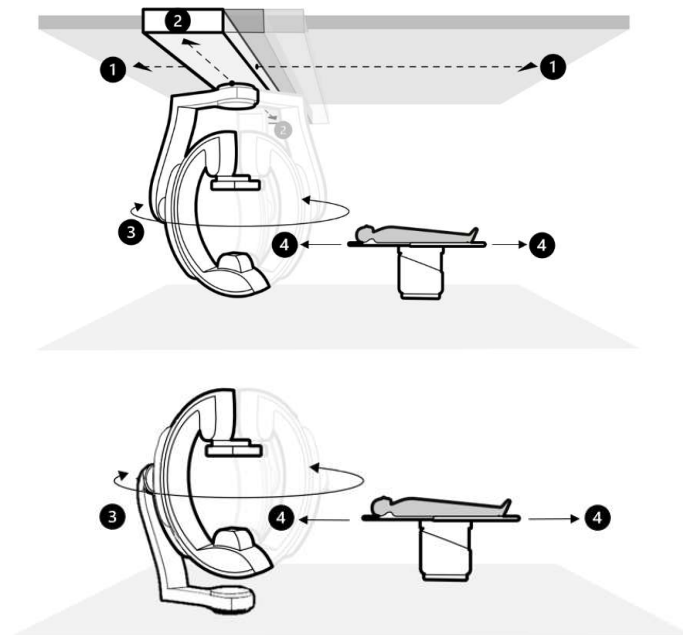

Figure 1 – Mouvements manuels du système monté au plafond (image du haut) et du système fixé au sol (image du bas)
- Dans le cas où les mouvements motorisés ne sont pas disponibles, le statif peut être repositionné manuellement à l'aide des poignées et des commandes de frein situées des deux côtés du statif. Pour les systèmes montés au plafond, des mouvements manuels longitudinaux (1), transversaux (2) et rotatifs (3) du statif restent disponibles. Remarque : les mouvements transversaux (2) du statif ne sont disponibles que pour les systèmes montés au plafond avec l'option FlexMove. Pour les systèmes
fixés au sol, seuls les mouvements rotatifs (3) du statif restent disponibles. La position longitudinale de la table (4) peut être réglée manuellement, lorsque la table n'est pas inclinée (reportez-vous à la figure 1 ci-dessous).